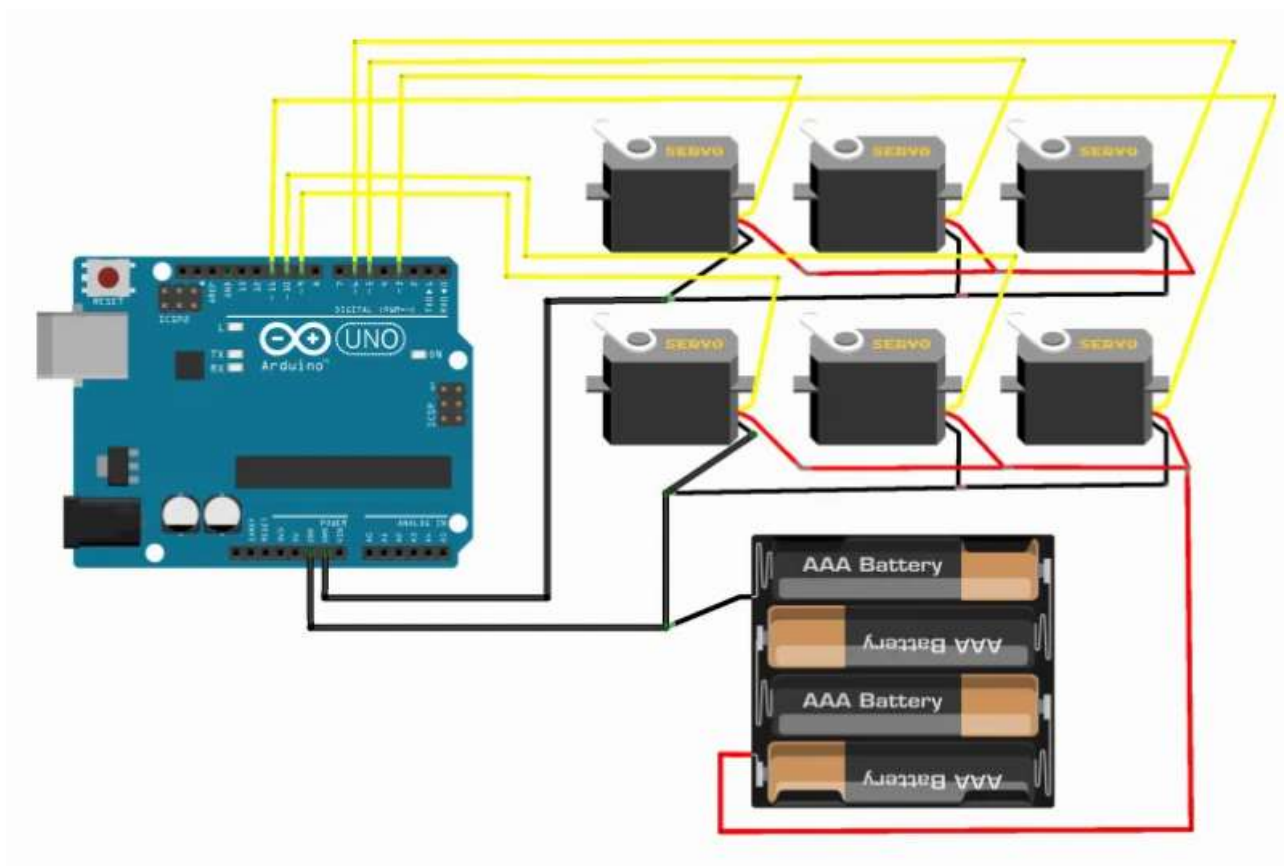

Рис.3.23 – Схема підключення сервоприводів до плати керування.
1. Вибрати необхідні елементи та з'єднати їх згідно схеми підключення (рис.3.23)